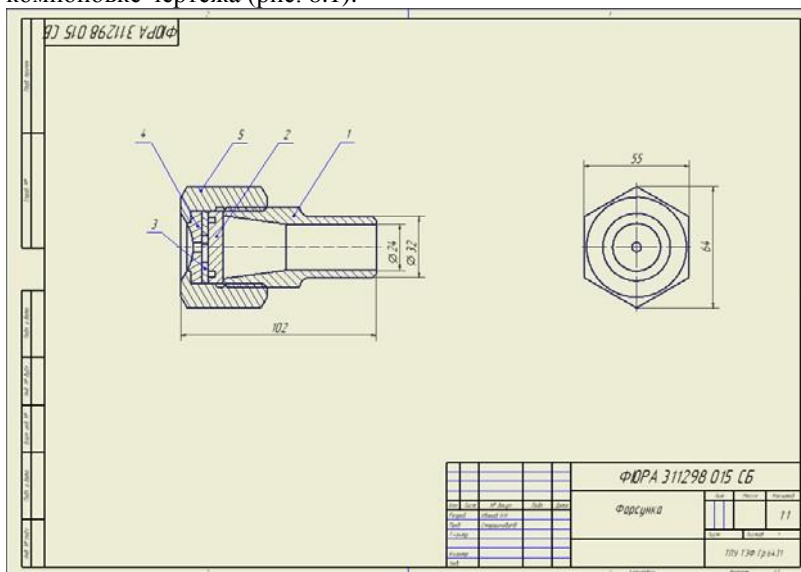

Рисунок 8.1 – Сборочный чертеж гидроциклона
После того как модель изделия создана, можно переходить к компоновке чертежа (рис. 8.1).
- Поставьте все необходимые размеры (рис. 8.1).